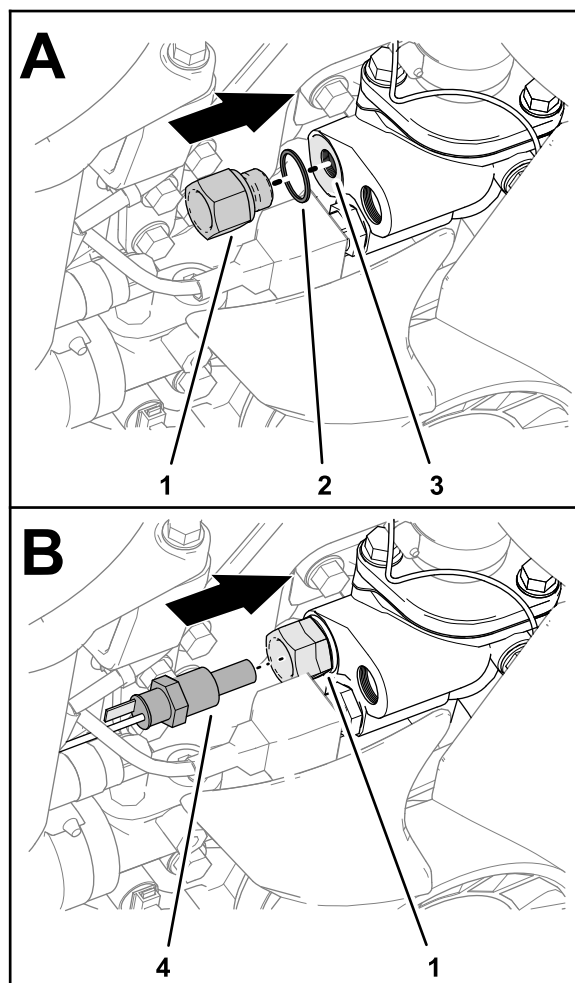

Figure 24
4. Montez le raccord réducteur et le joint (bouchon) dans l'orifice avant de la pompe à eau (Figure 24).
6. Posez la sonde de température neuve dans le raccord réducteur (Figure 24).